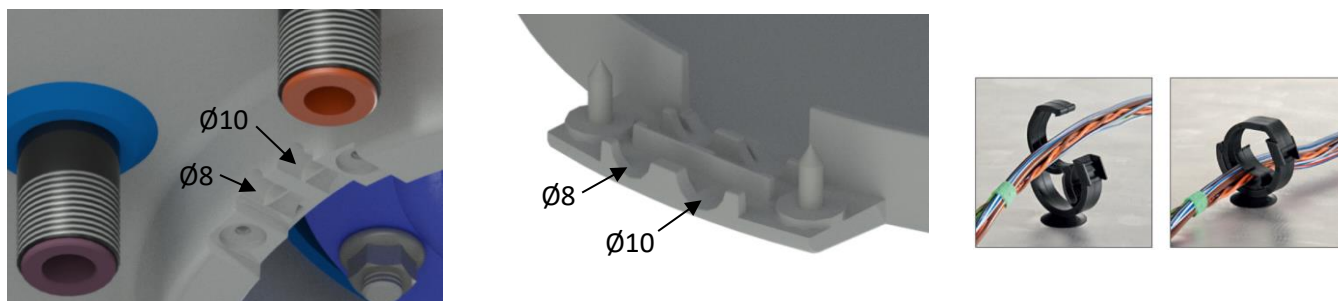
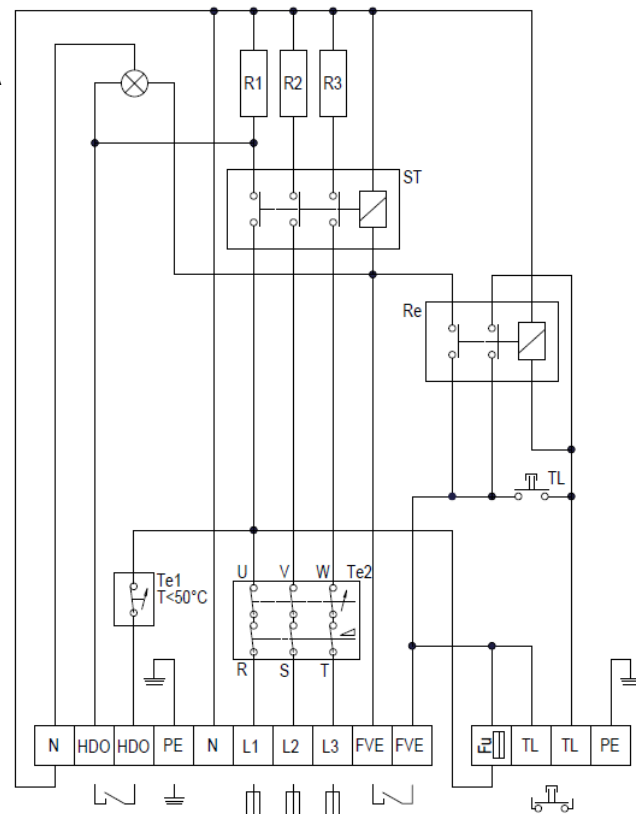

Рисунок 6
Рисунок 7
Подключение выполните согласно приложенной схеме. Подключение, выполненное на заводе, запрещено менять! (Рисунок 7) В крышке электропроводки снимите перегородку, соответствующую диаметру подводящего провода  $\varnothing 8$  или  $\varnothing 10$  (Рисунок 6). Степень защиты электрических компонентов водонагревателя - IP 44. Потребляемая мощность электрического нагревательного элемента  $3 \times 2200$  Вт. Для крепления приводного кабеля используйте установленные держатели.
- Схема эл. подключения прилагается к водонагревателю на крышке электропроводки (Рисунок 7).